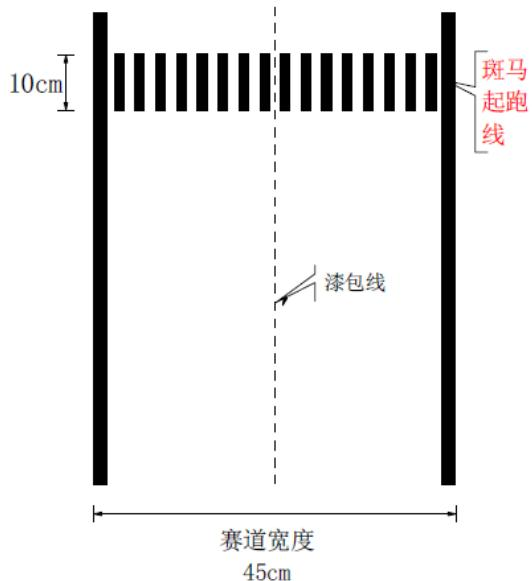

图 3-4 起跑区域
A. 斑马线起跑线：如图 3-4 所示，计时起始点处有一个宽度为  $10\text{cm}$  黑色斑